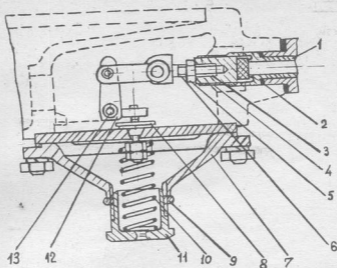

Рис. 7. Первая ступень газового редуктора низкого давления:
63. Отрегулировать давление газа в первой ступени редуктора. Регулировку проводить изменением затяжки пружины 10 (Рис. 7) диафрагмы при помощи седла 11 пружины. При ввертывании седла давление увеличивается, при вывертывании — уменьшается. После регулировки затянуть контргайку 9.